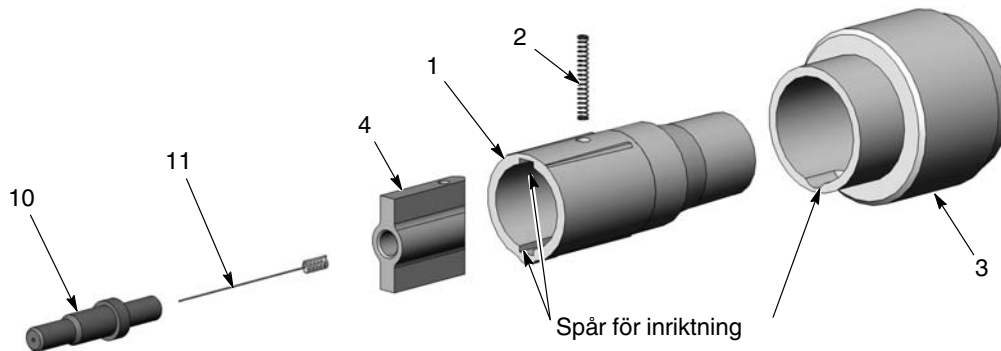

Bild 17 Byte av stödhylsa för elektrod
- Elektrostödet består av delarna 1-4 som visas i bild 17.
- Stöddelen (3) innehåller ett motstånd. Om motståndet går sönder, så måste hela delen bytas ut.